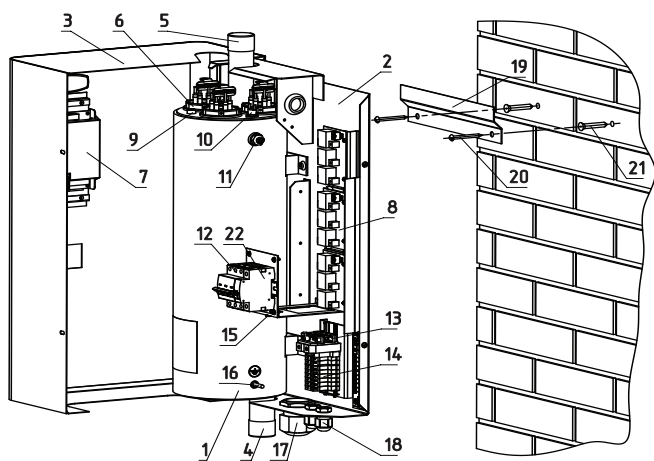

Рис. 1 Конструкция изделия и способ его крепления к стене
5.1. Электроводонагреватель (Рис.1) состоит из корпуса (1) сварной конструкции с фланцами, патрубком входа теплоносителя (4) и патрубком выхода теплоносителя (5), имеющих резьбу G1 1/4-В.
Кожух подвешен на основании при помощи механизма, который позволяет не снимая кожух с электроводонагревателя, открывать и закрывать его в направлении, указанном на Рис.1.
- Закрепить кронштейн крепления на вертикальной поверхности в необходимом месте с помощью шурупов, входящих в комплект и установить на него водонагреватель как показано на Рис.1;
- Открыть кожух (3) как показано на Рис.1, предварительно выкрутив четыре винта крепления кожуха;
- Для установки дополнительного модуля-GSM необходимо снять блок управления (7) с кожуха водонагревателя (3), снять крышку с блока управления и установить на ее место крышку с платой модуля-GSM, предварительно подключив кабель управления модулем к разъёму XS4 на плате блока управления. Далее необходимо установить SIM-карту в модуль, установить на место блок управления и присоединить антенну к разъёму модуля-GSM. Провод от антенны необходимо пропустить в кабельный ввод (18);
- Закрыть кожух (3) как показано на Рис.1 и закрутить винты крепления.
1. Неисправности, (Н-7 и Н-8), являются критическими, и активируют расцепитель (рис.1 поз.22), обесточивающий котел;
7.14. Циркуляционный насос может работать в двух режимах работы: постоянном, без отключения и периодическом, с отключением насоса. При постоянной работе циркуляционного насоса горит индикатор (13), Рис.2, «НАСОС ВКЛ». Насос подключается через предохранитель (13), Рис.1, и при срабатывании предохранителя (например при коротком замыкании цепи насоса), питающее напряжение на насос не подается, индикатор (13) гаснет, на цифровом индикаторе загорается надпись /Н-4/ и отключается нагрев.